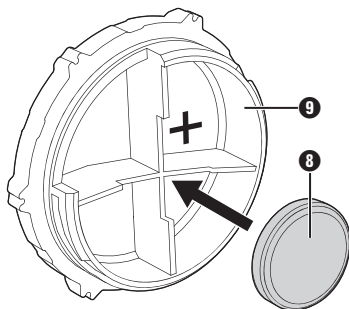

Fig. 1
- ◆ Coloque una pila de 3,0 V del tipo CR 2032 **8** en la tapa del compartimento para la pila **9**. Preste atención a la polaridad (véase la fig. 1).